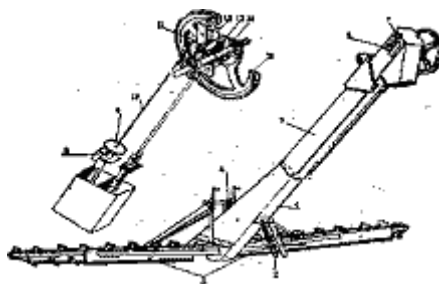

Рис. 4. Загрузочный транспортер:
4.1. Загрузочный транспортер (рис. 4) состоит из наклонного транспортера 1 и двух Т-образно расположенных скребковых питателей 3, шарнирно соединенных с нижней головкой транспортера. Ширина захвата транспортера 4500 мм. Питатели благодаря шарнирной связи копируют поверхность тока. Подъем их осуществляют с помощью лебедок 4, установленных на корпусе загрузчика.